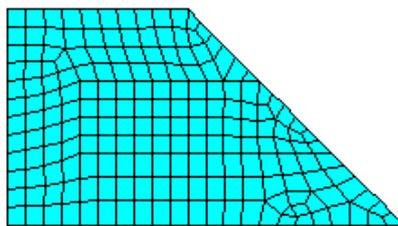

图11.34 网格划分结果
(17) 单击 Main Menu>Preprocessor>Meshing>Mesh Attributes>Default Attribs 菜单，弹出【Meshing Attributes】对话框，在【Material number】下拉列表框中选择【2】，然后单击【OK】按钮。
(18) 单击 Main Menu>Preprocessor>Meshing>Mesh>Areas>Free 菜单，弹出图形拾取对话框，选择铸钢 (A4)，单击【OK】按钮，完成铸钢的网格划分。结果如图 11.34 所示。